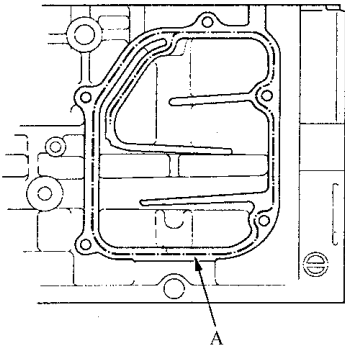

图 2-155 涂抹密封胶
- 2) 如图 2-155 所示，沿点划线 A 涂一层 1.5mm 宽的 P/N08C70-K0234M、08C70-K0334M0331S 型液体密封胶。